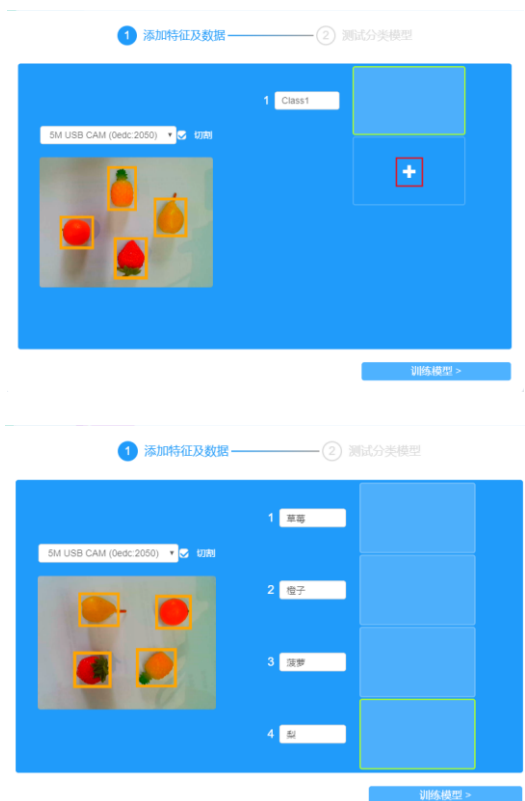

图 2.8 创建数据集标签
3) 创建数据集。点击加号创建新的数据集，并为每个数据集创建标签，如图 2.8 所示。